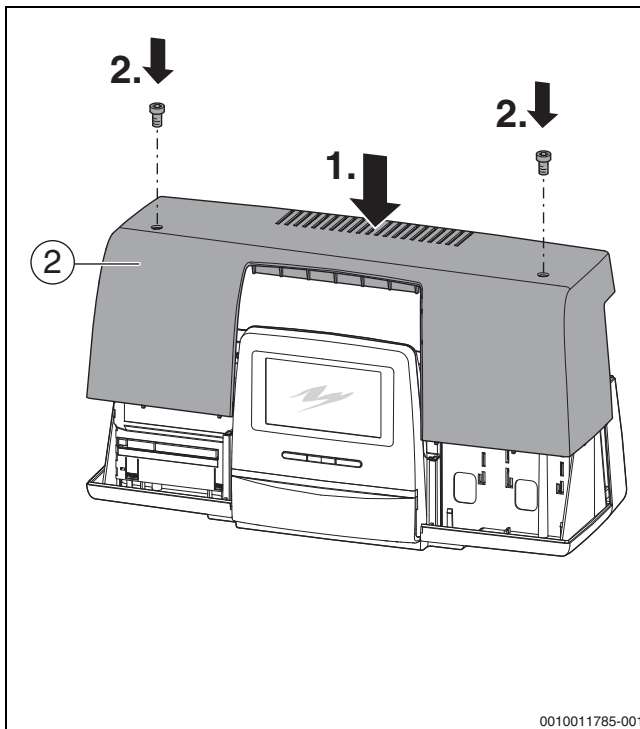

Рис. 43 Установка крышки на системе управления
- ▶ Установите крышку [2] на систему управления (→ рис. 43, стр. 35).
- ▶ Закрепите крышку двумя винтами (→ рис. 43, стр. 35).